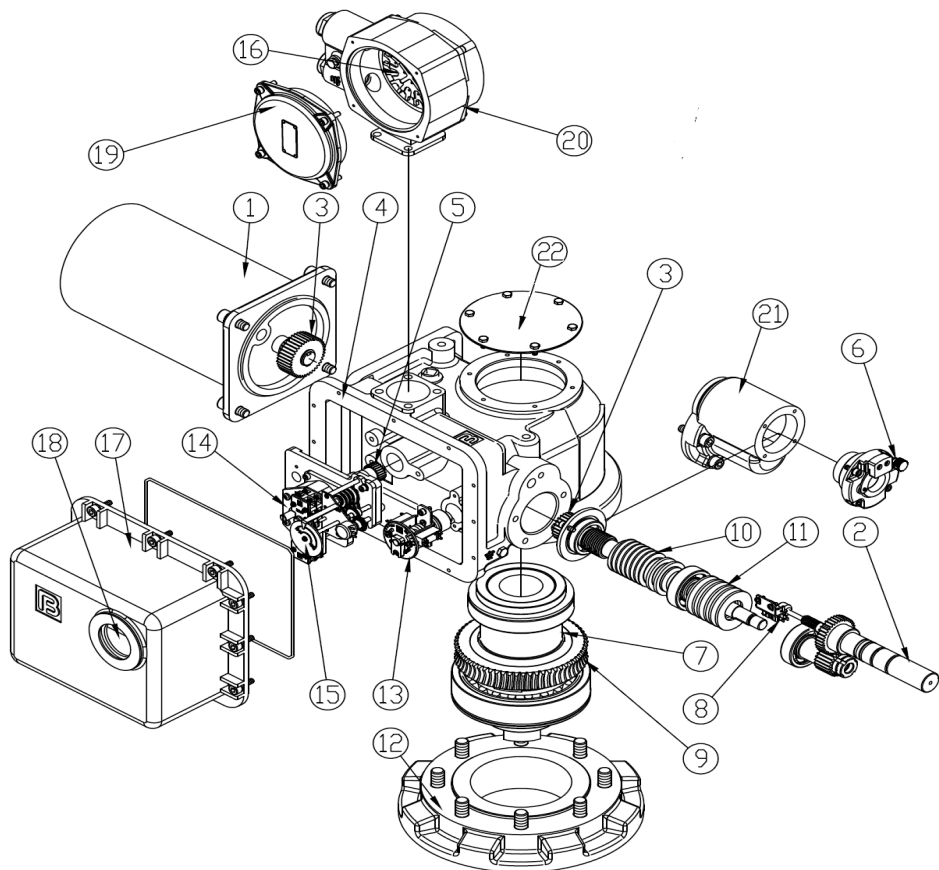

Рис. 5 Электроприводы типа ГЗ-ВВ, ГЗ-ВГ, ГЗ-ВД
2.2. Электроприводы типа ГЗ-ВВ, ГЗ-ВГ, ГЗ-ВД (рис. 5)
Электроприводы типа ГЗ-ВВ, ВГ, ВД имеют идентичную конструкцию. Корпус (4) (рис. 5) – литой, к корпусу крепятся редуктор маховика ручного дублёра (21), электродвигатель (1), взрывозащищенная клеммная коробка (19, 20), монтажный фланец (12). В корпусе установлены червячный редуктор (9, 10) с тарельчатыми пружинами (11), выходной вал (7), двухсторонняя муфта ограничения крутящего момента (13), ограничитель хода выходного вала (14) и индикатор положения затвора арматуры (15).
- Если электропривод устанавливается на арматуру с выдвижным штоком, необходимо удалить заглушку (рис.1 поз.20; рис.5 поз.22). При необходимости установить защитный кожух (не входит в комплектацию электропривода) для выходного вала арматуры, чтобы защитить его от внешнего воздействия окружающей среды.